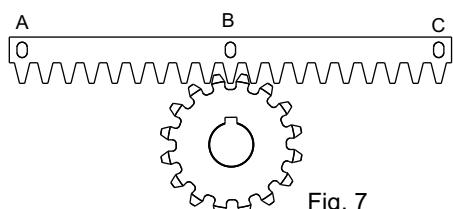
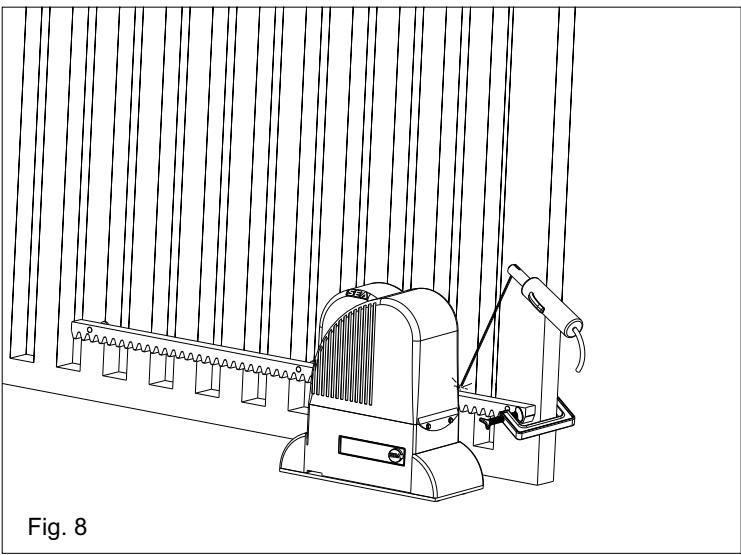

Fig. 7
Fig. 8
5.3. Apoyar el elemento de cremallera al piñon dentado del motoreductor en modo que resulte paralela la guia a nivel del suelo de la cancela y posicionandolo como en Fig. 7 y puntar con electrosoldadura la lengueta central B a la estructura de la cancela (Fig. 8).